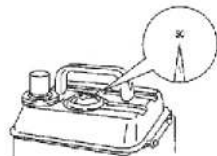

Рис. 2
2. В качестве топлива используется смесь неэтилированного бензина АИ 92 и масла для двухтактных двигателей в пропорции 32:1 (Рис. 2).